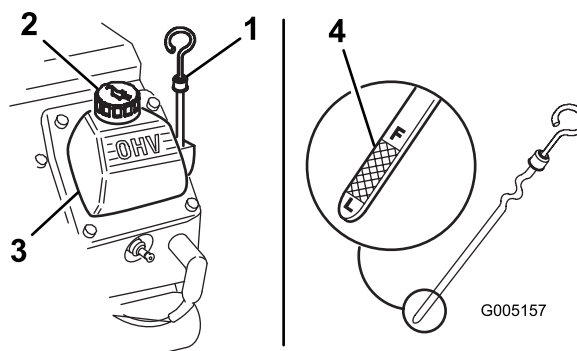

Figure 7
3. Nettoyez la surface autour de la jauge d'huile (Figure 7).
- Sortez la jauge d'huile et essuyez soigneusement l'extrémité métallique (Figure 7).
- Enfoncez la jauge complètement dans le tube (Figure 7).
- Si le niveau est bas, nettoyez la surface autour du bouchon de remplissage et enlevez le bouchon (Figure 7).
- Versez lentement une quantité d'huile suffisante dans le couvre-culasse pour amener le niveau au repère du plein (F).